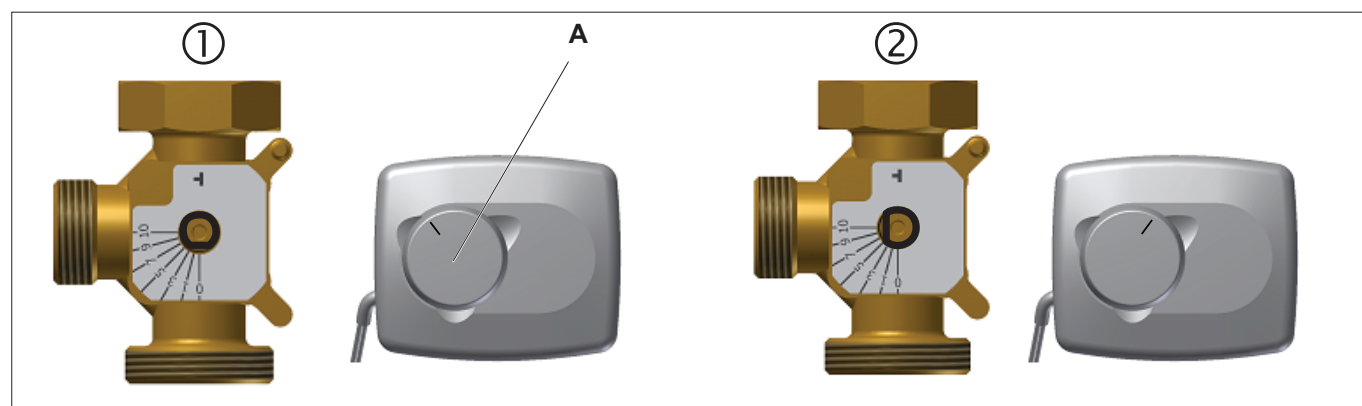

Рис. 9: Положения заслонки смесителя
- **Плавнo** открыть шаровые краны (многофункциональная арматура, поз. А, рис. 9 на стр. 12) поворотом рукоятки термометра (см. раздел «Положения рукоятки термометра» на стр. 10).
- Закрыть шаровые краны (многофункциональная арматура, поз. А, рис. 9 на стр. 12) поворотом рукоятки термометров (см. раздел „Положения рукоятки термометра“ на стр. 10).